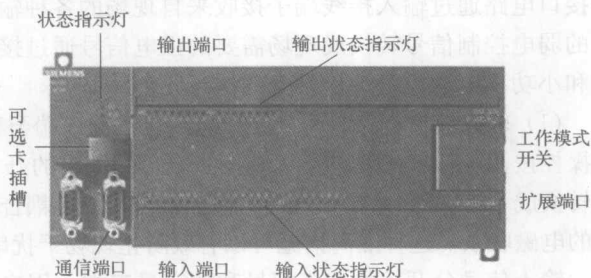

图 1-1 S7-200 系列可编程控制器外形
S7-200 (CPU226) 系列可编程控制器的外形如图 1-1 所示, 其各部分作用如下:
(1) 通信端口: 用于 S7-200 系列可编程控制器与 PC 或手持编程器进行通信连接。
(2) 输入/输出端口: 各输入/输出点的通断状态用输入或输出状态 LED 显示, 外部接线接在可拆卸的插座型接线端子上。
(3) 工作模式开关: 拨开图 1-1 所示 S7-200 系列可编程控制器右边的小盖, 可以看到工作模式开关。S7-200 系列可编程控制器用三挡开关选择 RUN、TERM 和 STOP 三个工作状态, 其状态由状态 LED 显示。其中, SF 状态 LED 亮指示系统有故障。
(4) 扩展端口: 拨开图 1-1 所示 S7-200 系列可编程控制器右边的小盖, 可以看到扩展端口。扩展端口用于连接 A/D 转换、D/A 转换、扩展输入、输出等特殊功能模块。
(5) 可选卡插槽: 可将选购的 EEPROM 卡或电池卡插入插槽内使用。